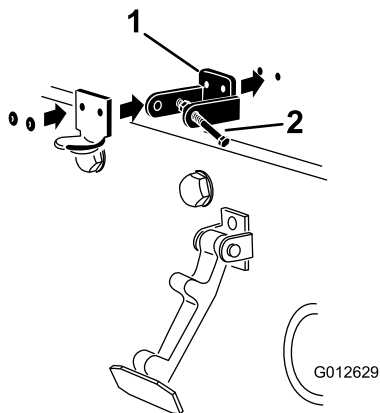

图8
3. 对准安装孔的同时，将 CE 锁定支架和机罩门锁支架放到机罩上。锁定支架必须紧贴机罩（图8）。不要从锁定支架臂卸下螺栓和螺母总成。
5. 用铆钉将支架和垫圈铆定到机罩 (图8)。